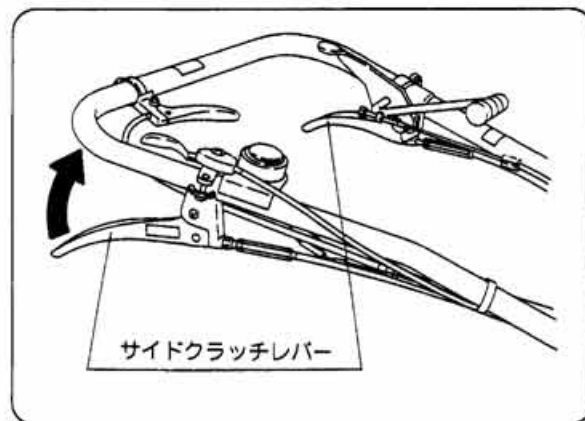

図22
- ①レバーを握るとサイドクラッチが切れ、放すとクラッチが入ります。(図22)